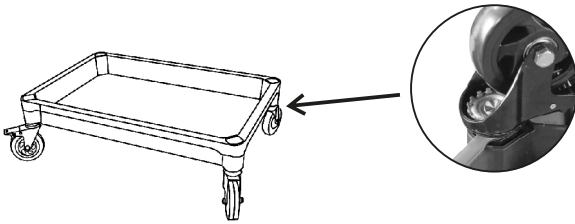

Fig. 1 - Montagem dos rodízios na bandeja inferior
a) Inicie a montagem fixando os rodízios na bandeja inferior (Fig. 1). Utilize a chave de montagem para apertar os rodízios.